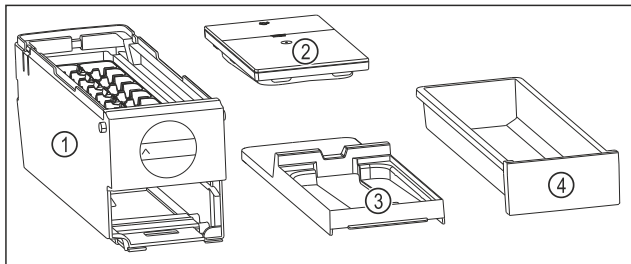

Fig. 165 Bestandteile des EasyTwist-Ice
- ▷ EasyTwist-Ice ist in vier Teile zerlegt. (siehe Fig. 165)
- ▶ EasyTwist-Ice nur in abgebildete Bestandteile zerlegen. (siehe Fig. 165)
- ▶ EasyTwist-Ice-Korpus Fig. 165 (1) als Ganzes reinigen.